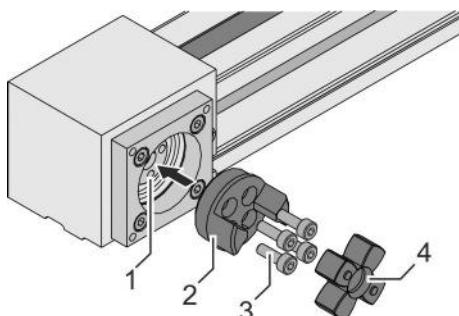

Fig. 25 : Montage des moyeux à vis
3. Mettre en place les moyeux à vis (Fig. 25 /2) sur l'arbre cannelé (Fig. 25 /1) des deux unités linéaires.
4. À chaque fois, serrer alternativement les 4 vis (Fig. 25 /3) en diagonale :
5. Mettre en place les couronnes dentées (Fig. 25 /4) sur les moyeux à vis.